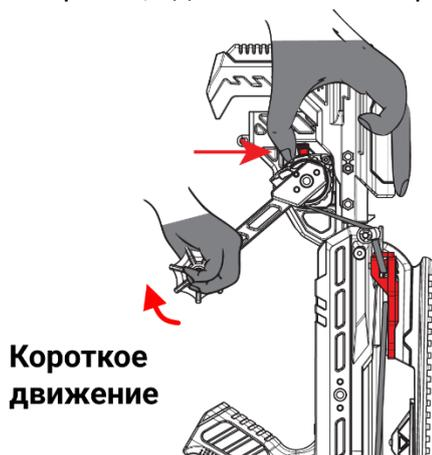

Рис.16
9. Чтобы убрать взводную скобу с направляющей нажмите на рычаг блокировки. Если рычаг не прожимается, немного надавите на ручку по часовой стрелке (Рис.16).